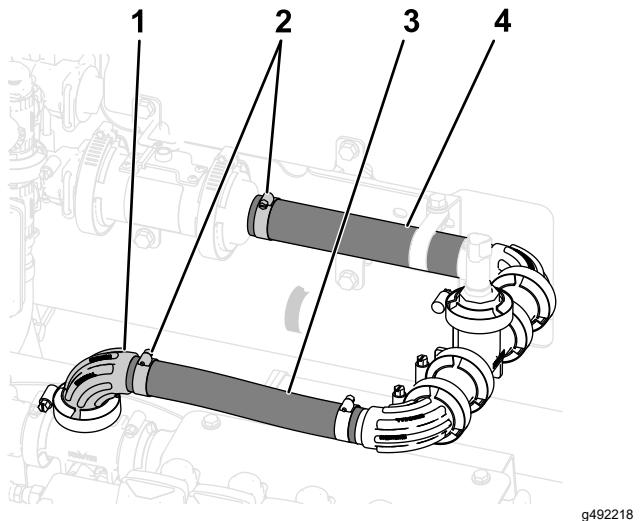

Figura 51
3. Apriete la abrazadera que sujeta la manguera (1 x 7-1/4") al acoplamiento con brida dentado (1") que ha montado en Instalación del distribuidor del transductor de presión \(página 23\); consulte la Figura 51.